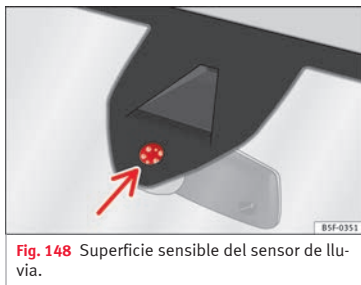

Fig. 148 Superficie sensible del sensor de lluvia.
Las posibles causas de anomalías e interpretaciones erróneas en la zona de la superficie sensible **»** fig. 148 del sensor de lluvia son, entre otras:
- Limpie regularmente la superficie sensible del sensor de lluvia y compruebe posibles daños en las escobillas » fig. 148 (flecha).